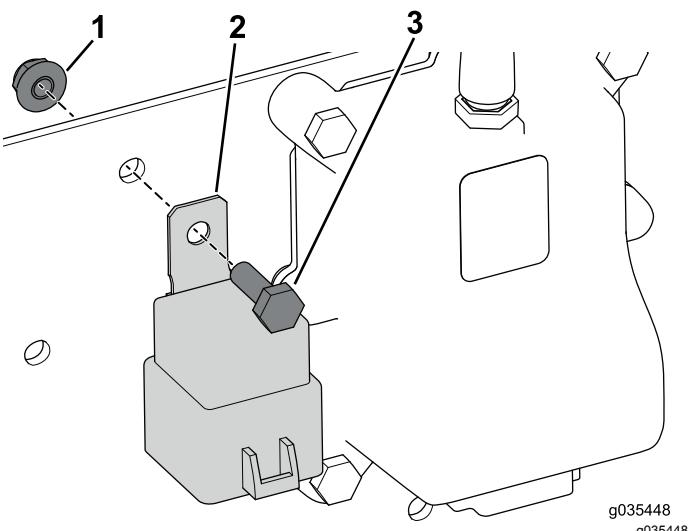

Bild 13
3. Befestigen Sie das Relais mit der Schraube ($\frac{1}{4}$ " x $\frac{3}{4}$ ") und Bundmutter (Bild 13).